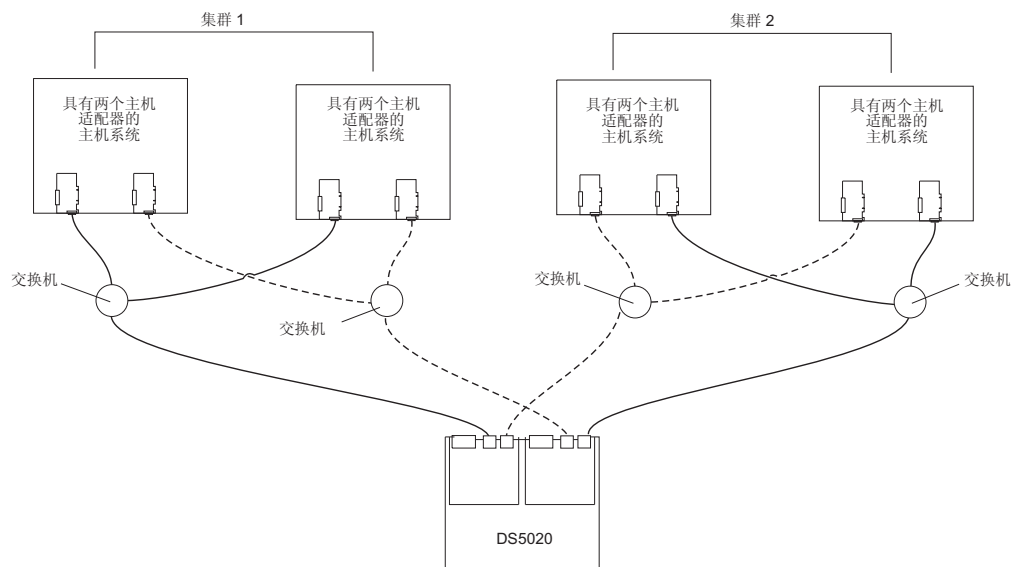

图 60. 两集群配置的示例
- 两个集群，如第 83 页的图 60 中所示
第 83 页的图 60 显示了两集群配置的示例。